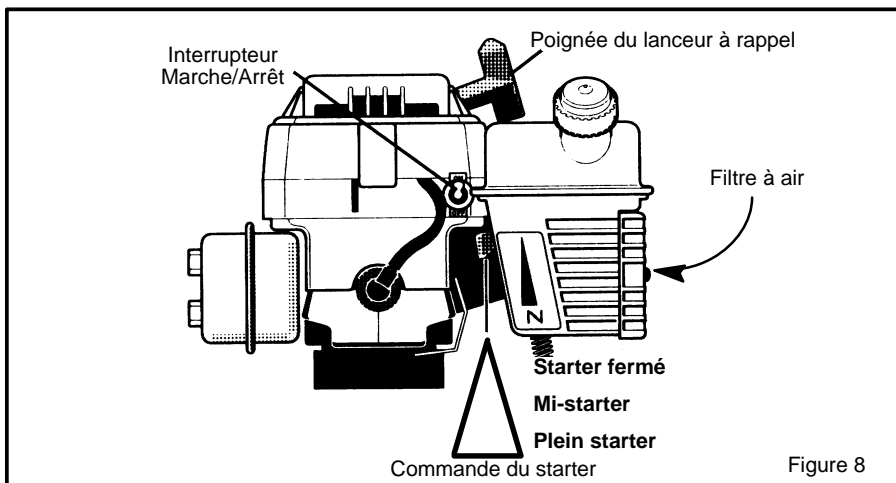

Figure 8
2. Mettez l'interrupteur MARCHE/ARRÊT (« ON/OFF ») en position de marche (« ON »). Voir Figure 8.